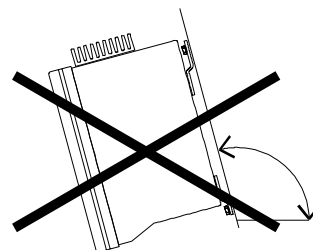

Abbildung 3.1: Darstellung der empfohlenen Wandbefestigung, Seitenansicht
- Korrekte Einbaulage des Wechselrichters beachten, siehe dazu Abbildung 3.1.